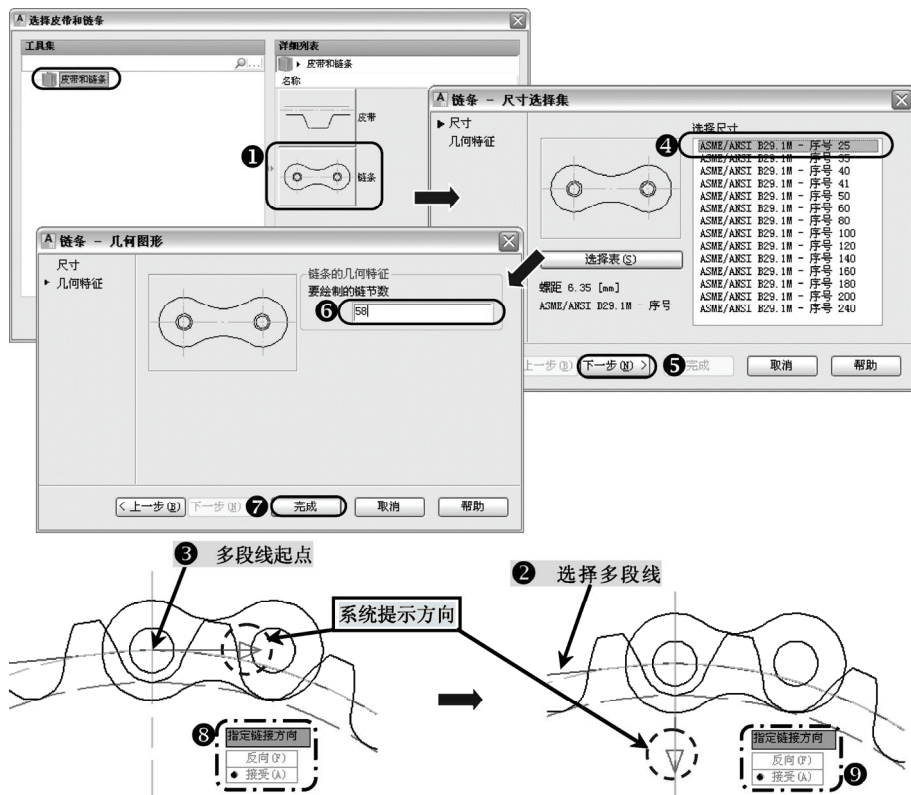

图 12-30 绘制链条
5) 执行“绘制链条 | 皮带链节”命令 (amchaindraw), 弹出“选择皮带和链条”对话框, 在详细列表中选择“链条”选项, 系统自动隐藏对话框, 选择长度计算时形成的多段线, 指定链条在多段线的起点 (选择链轮齿凹处中点所对应的地方), 弹出“链条-尺寸选择集”对话框, 在尺寸列表中, 选择系统提示的链条型号“ASME/ANSI B29.1M-25”, 单击“下一步”按钮, 弹出“链条-几何图形”对话框, 在“要绘制的链节数”栏输入上一步中系统所计算的链节数“58”, 单击“完成”按钮, 指定连接方向 (链条沿多段线的方向, 可通过“反向”选项改变链接方向), 指定链节方向 (齿形朝内还是朝外, 可通过“反向”选项改变链接方向), 链条绘制完成 (此时链轮和链条不对应, 暂时不理睬), 如图 12-30 所示。